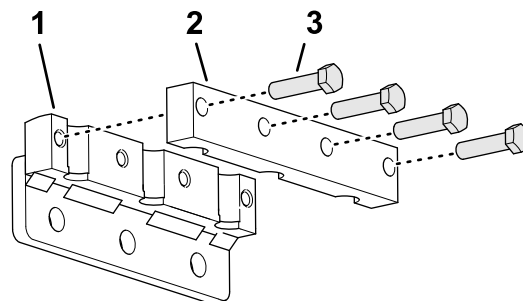

Figura 40
1. Monte, sem apertar totalmente, a barra de fixação dos dentes ao suporte de dentes (Figura 40) com 4 parafusos (3/8 ol. x 1 1/2 pol.). Não aperte os parafusos.